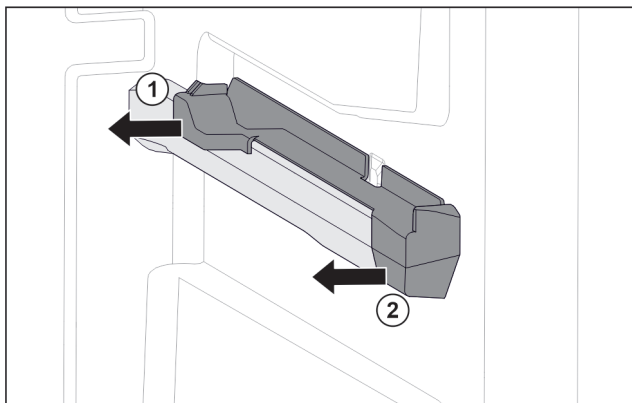

Fig. 148 Pjesa kapëse në brinjën e djathtë të kutisë
- Tërhiqni anash pjesën kapëse në pjesën e pasme. Fig. 148 (1)
- Tërhiqni anash pjesën kapëse në pjesën e përparme. Fig. 148 (2)